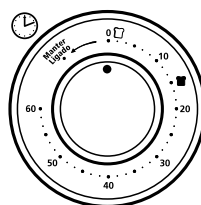

Figura 3
4. **Botão para Controle do Timer** – Possibilita ajustar o tempo de cozimento em até 60 minutos. Apagará o forno automaticamente no final do tempo de preparo (Veja Figura 3).